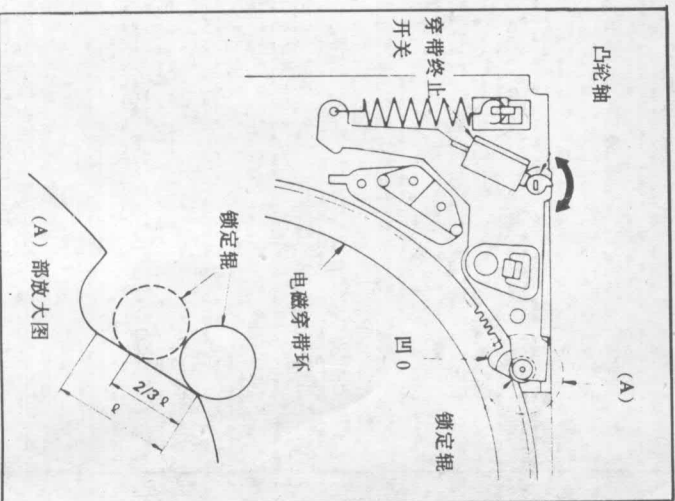

图 33 穿带终止开关位置调整
[检查方法](图 33)
- 用手转动电磁穿带环，检查当锁定辊在该环凹槽④伸直部位1的上面 2/3 的范围内移动时，穿带终止开关会有通断动作并发出卡搭声(图 33)。否则应进行下列调整：